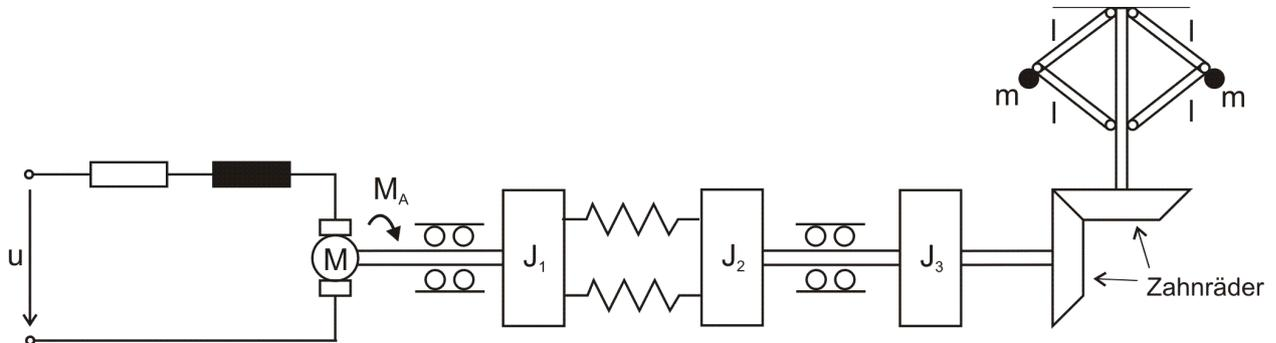

Abbildung 17: Fliehkraftregler mit Gleichstrommaschine
Der in Aufgabe 16 vorgestellte Fliehkraftregler soll in einem Technikmuseum ausgestellt werden. Jedoch wird der Regler in Abbildung 17 über ein Zahnradgetriebe an eine Welle mit Last gekoppelt, die von einer Gleichstrommaschine anstatt von einer Dampfmaschine angetrieben wird. Das Getriebeübersetzungsverhältnis mittels Zahnräder betrage p . Durch eine mechanische Kopplung des Fliehkraftreglers (siehe Abbildung 18), wird in Abhängigkeit der Auslenkung der Gewichtsmassen ein Potentiometer verstellt, der die Klemmspannung $u(t)$ beeinflusst (in den Abbildungen nicht weiter dargestellt).
- a) Stellen Sie alle Grundgleichungen der relevanten Größen des Systems auf. Stellen Sie mit Hilfe der Grundgleichungen und der Abbildung 17 das verallgemeinerte Ersatzschaltbild für den elektrischen Teil und die Welle auf, um einen Überblick für die Zusammenhänge zu erlangen ohne die Differentialgleichung des Gesamtsystems herzuleiten. Überlegen Sie sich wie der Fliehkraftregler im ESB mit der Welle gekoppelt ist, die Elemente des Fliehkraftreglers müssen dabei im ESB nicht explizit angegeben werden.